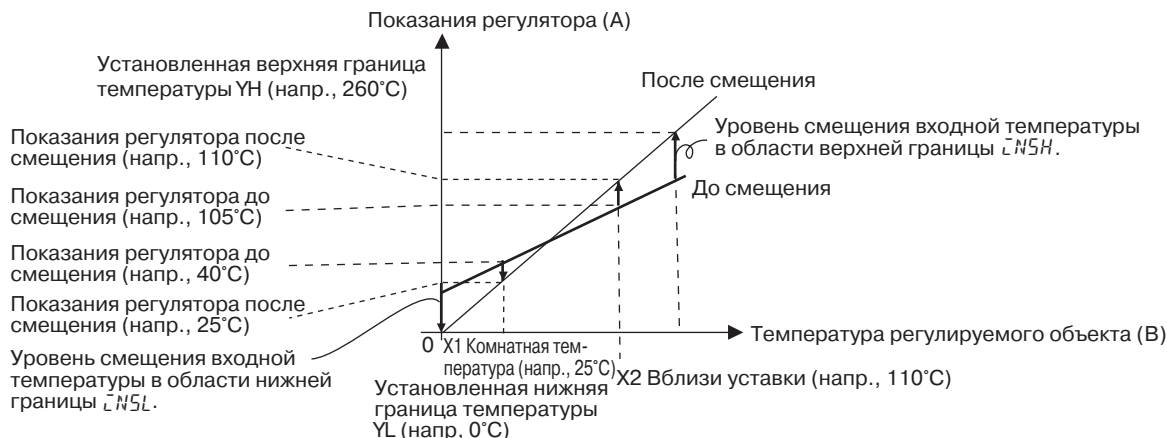

Рис. 3 Смещение «по двум точкам».
2. После этого с помощью приведенных ниже формул следует рассчитать уровни смещения входного сигнала вблизи верхней и нижней границ, используя измеренные и требуемые значения температуры. Смещение показано на Рис. 3.